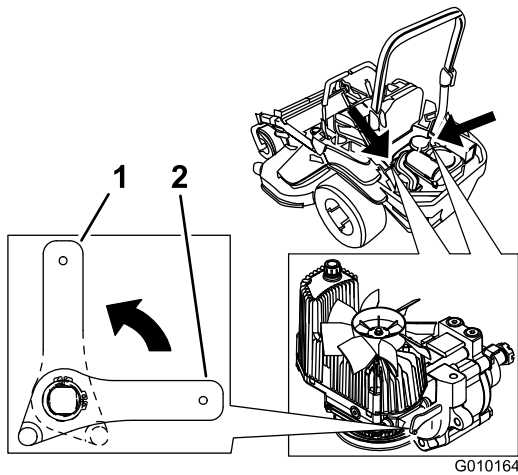

Figura 36
2. Ruotate verticalmente le leve delle valvole di rilascio per spingere le macchine. L'olio idraulico bypassa quindi la pompa, consentendo alle ruote di girare (Figura 36).
4. Ruotate orizzontalmente le leve delle valvole di rilascio per guidare le macchina (Figura 36).